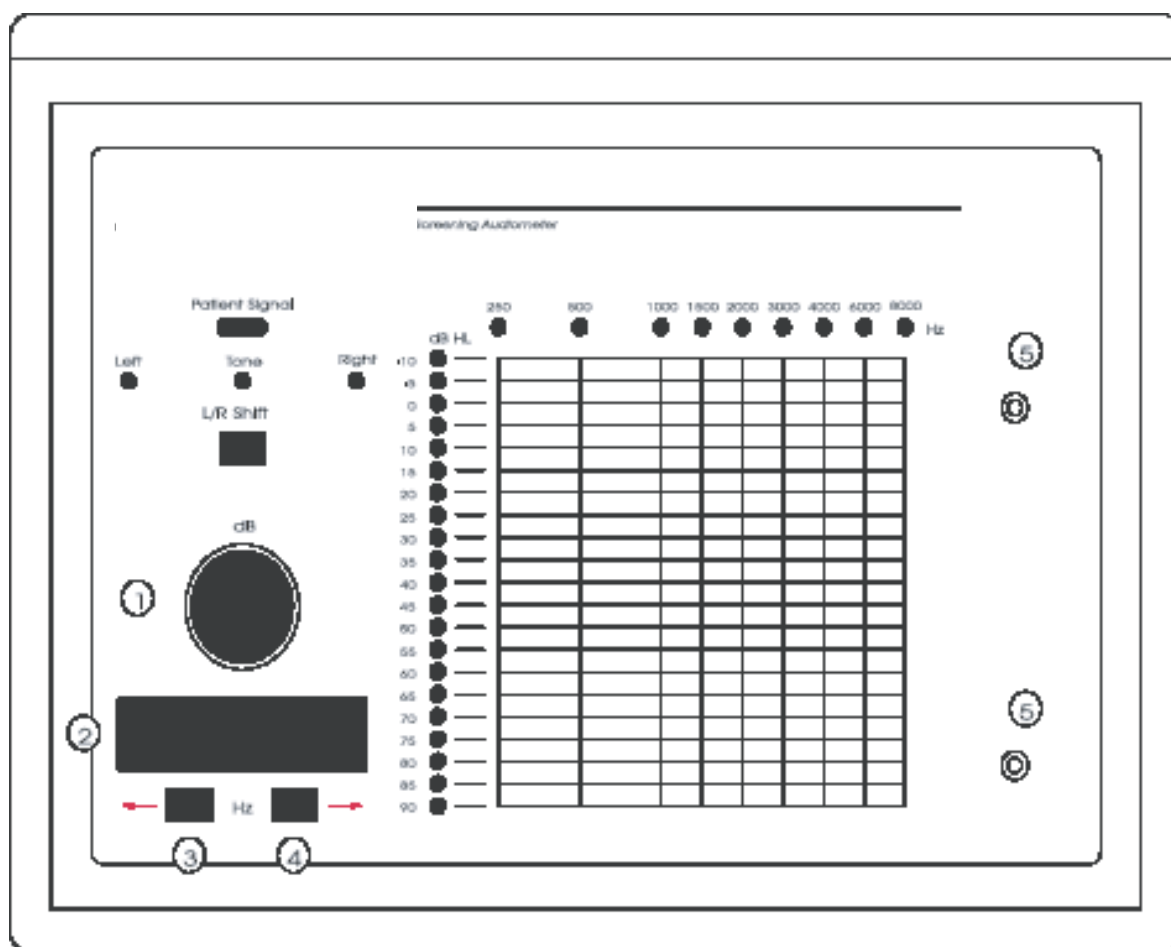

Figure 3 Panneau avant du Micromate 304.
*Voir Fig. 3 au dos de ce manuel* Observez maintenant la disposition logique et ergonomique du panneau avant (dépliez le schéma situé au dos de ce manuel et reportez-vous à la Fig. 3) :